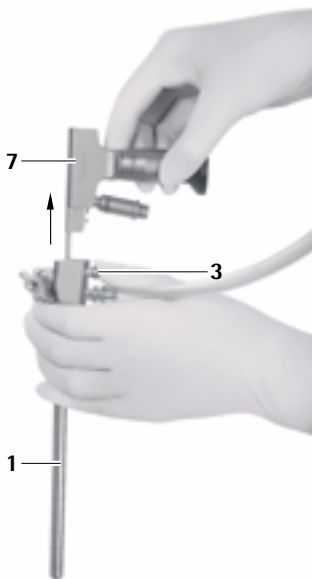

Fig. 11
- Tryck in urkopplingsknappen **3** och dra ur endoskopet **5** ur MINOP inVent-troakaren **1**, se Fig. 11.